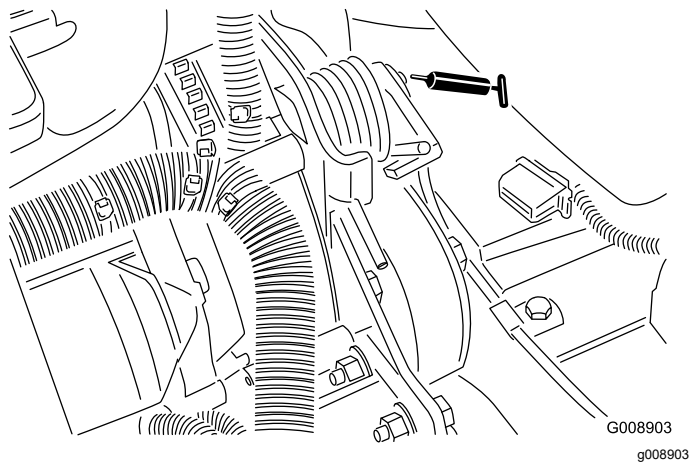

Figura 54
- Pivote tensor de la correa (Figura 54)